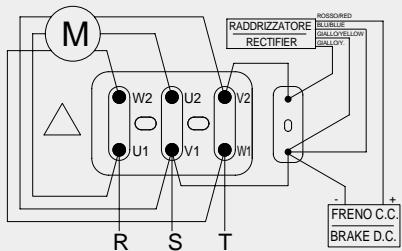

Fig. 13
**Collegamento triangolo ( $\Delta$ ):** (fig. 13)
**Delta connection ( $\Delta$ ):** (fig. 13)